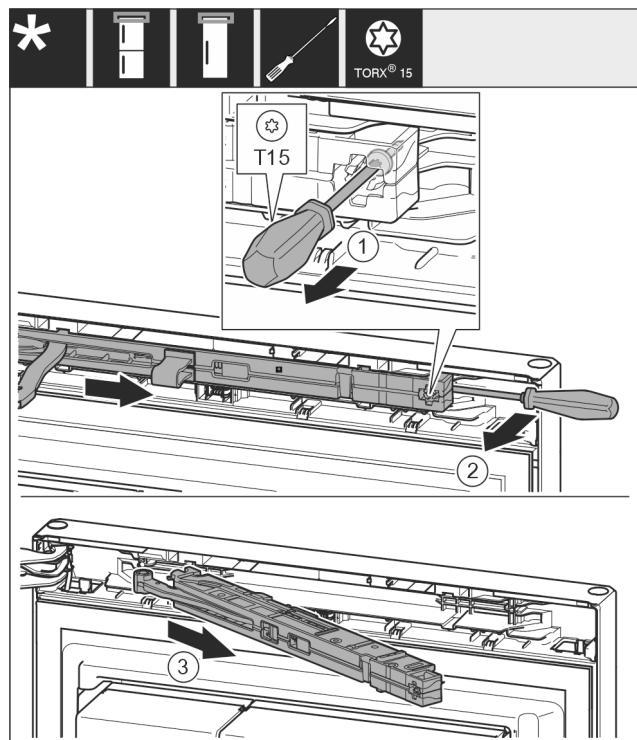

Fig. 10
- Schraube an Schließdämpfereinheit mit Schraubendreher T15 ca. 14 mm (0.55 in) lösen. Fig. 10 (1)
- ▶ Mit einem Schraubendreher griffseitig hinter die Schließdämpfereinheit fahren und Einheit nach vorne drehen. *Fig. 10 (2)*
- ▶ Schließdämpfereinheit herausziehen. *Fig. 10 (3)*